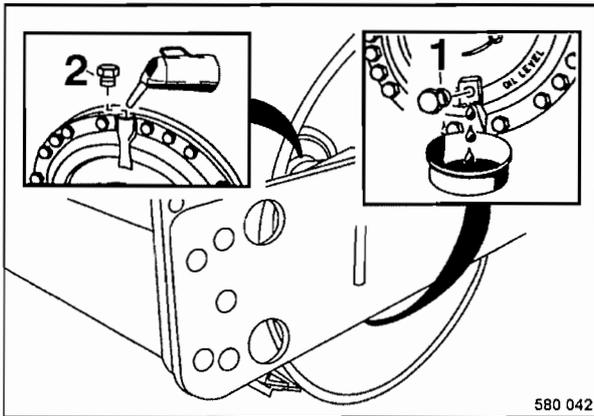

Fig. 74
- Colocar el rodillo de forma que el tapón de control de aceite 1 (Fig. 74) se encuentra en el punto mas bajo en el lado izquierdo del rodillo.
- Desenroscar el tapón de control (1).